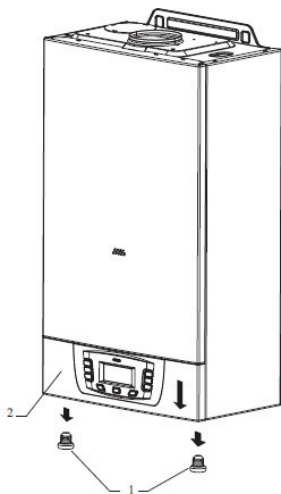

рис.17.
- Отвинтить 2 винта в нижней части панели управления (поз.1 рис. 17);
- Потянуть панель управления вниз, чтобы обнажить зажимные винты фиксации (поз.2 на рис.17);